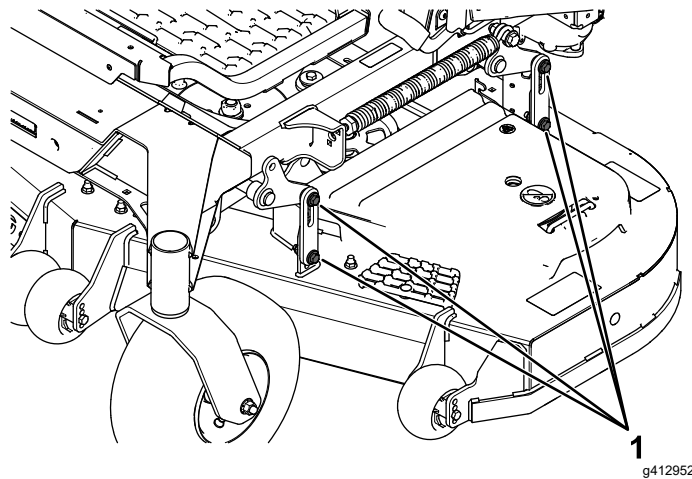

Figura 98
16. Afloje las contratueras (Figura 98) en las 4 esquinas y asegúrese de que la carcasa de corte queda bien asentada sobre los 4 bloques.